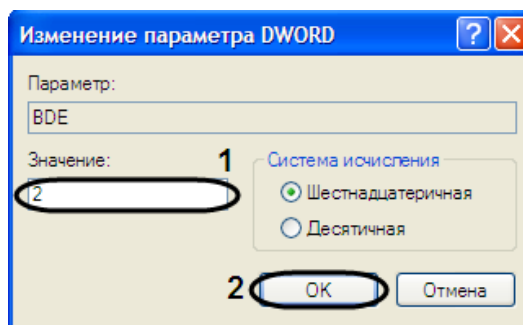

Рис. 11.3-4. Изменение параметра DWORD
8. Задать значение новому строковому параметру. Для этого требуется дважды щелкнуть левой клавишей мыши по названию параметра. Откроется диалоговое окно «Изменение параметра DWORD» (Рис. 11.3-4).
- 8.1. Присвоить параметру «BDE» значение «2» (см. Рис. 11.3-4, 1).
- 8.2. Для сохранения внесенных изменений нажать кнопку «OK» (см. Рис. 11.3-4, 2).